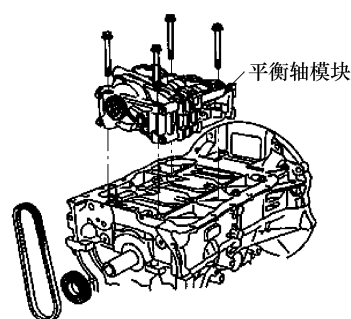

图 8-23 安装平衡轴模块
3) 安装平衡轴模块。使平衡轴模块链轮的正时标记匹配平衡轴链条的正时标记(颜色链), 如图 8-23 所示。